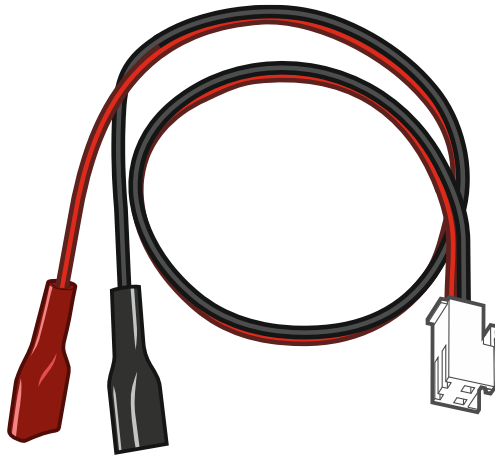

Abb. 2. Leiter zum Anschluss des Akkumulators (rot +, schwarz -).
- ② Taste RESET – drücken und halten Sie 5 Sekunden lang, um die Werkseinstellungen wiederherzustellen (siehe „Hardware-Reset auf Werkseinstellungen“ S. 73.).
- ③ Buchse USB-C zum Anschluss eines Mobilgerätes mit der Be Wave App oder eines Computers mit dem Programm BE WAVE Soft.
- ④ Schnittstelle zum Anschluss der Leitungen an den Akkumulator. Die Leitungen sind im Lieferumfang enthalten (Abb. 2).
- ⑤ Buchse zum Anschluss des LAN-Netzkabels.
- ⑥ SD-Speicherkarte (werkseitig montiert). Auf der SD-Karte wird Folgendes abgelegt:
4. Schließen Sie die Leitungen des Akkumulators (Abb. 2) an die Schnittstelle der Zentrale.